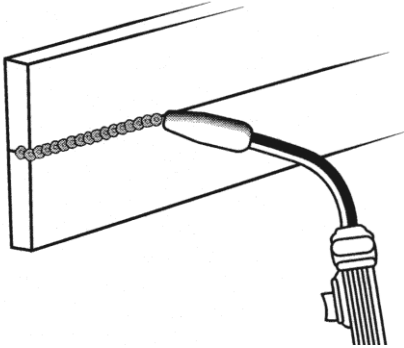

Figura 16. Posición Horizontal
2. POSICIÓN HORIZONTAL (Figura 16) es la siguiente en grado de dificultad. Se hace igual que la soldadura plana excepto que el ángulo B (ver POSICIÓN DE LA PISTOLA SOBRE LA